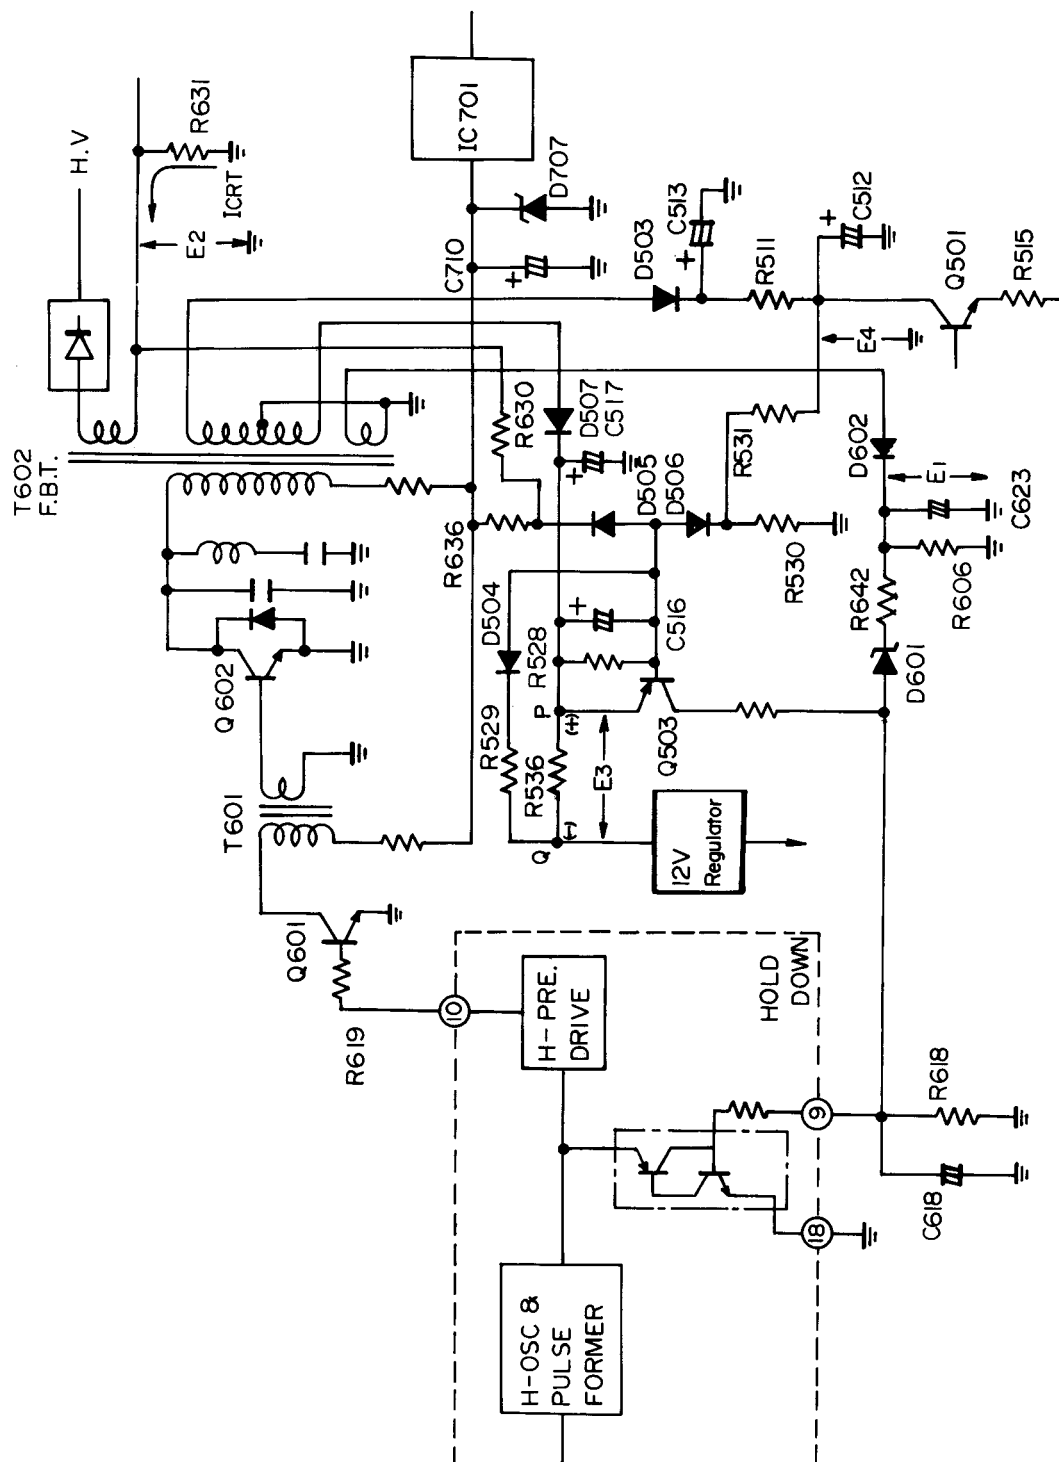

Figure 14.
(1) D707: Ce circuit est court-circuité pour ouvrir F701 lors d'une augmentation excessive de la source de courant de 115V. Si le IC701 régulateur est court-circuité par erreur, la diode est activée. Une fois que le court-circuitage du D707 se produit, effectuer le dépannage et la réparation, et remplacer le D707 irrégulier par un neuf. Le D707 nécessite environ 135V pour devenir conductible.
(2) Fonctions de maintien de CI horizontal/vertical (y compris le transistor détecteur de panne Q503): Les fonctions de maintien simple du IC501 sont décrites ci-dessous. La tension d'oscillation horizontale, de la Fig. 14, est convertie en ondes carrées dans le circuit de formation d'impulsion et envoyée au circuit d'excitation H-pre.
Toute la puissance pour les signaux TV est obtenue à partir de la source +12V. Si un court-circuit se produit dans la ligne de +12V, une tension  $E_3$  est produite à travers R536. (Voir Fig. 14 pour ses polarités.) Le niveau de tension au point Q est inférieur à celui du point P. La tension à Q est alors envoyée à la cathode de D504 par l'intermédiaire de la résistance R529. L'anode de D504 est branchée à la base du transistor Q503. Le point P est l'émetteur de Q503 et le transistor Q503 s'enclenche avec la baisse de la tension de base.